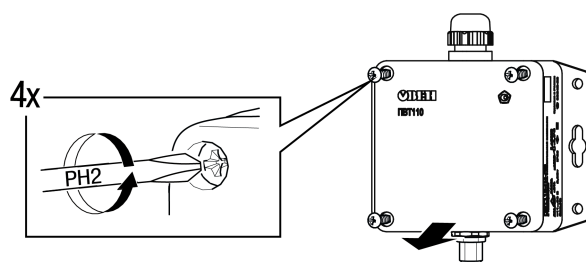

Рисунок 8.2 – Схема снятия крышки прибора
1. Открутить 4 винта и снять крышку прибора, см. рисунок 8.2.